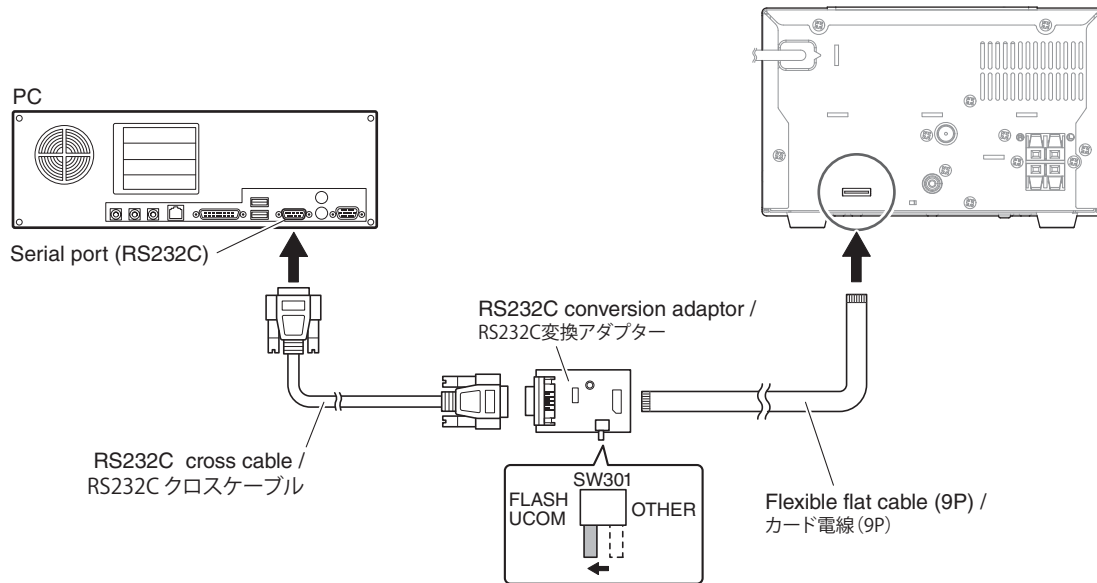

Fig. 1
1. Set the switch (SW301) of RS232C conversion adaptor to the "FLASH UCOM" position. (Fig. 1)
2. Connect the writing port (CB212 of MAIN P.C.B.) of this unit to the serial port (RS232C) of the PC with RS232C cross cable, RS232C conversion adaptor and flexible flat cable as shown below. (Fig. 1)
1. RS232C 変換アダプターのスイッチ (SW301) "FLASH UCOM" 側に設定します。 (Fig. 1)
2. 本機の書き込み用ポート (MAIN P.C.B. の CB212) と PC のシリアルポート (RS232C) を下記のように接続します。 (Fig. 1)